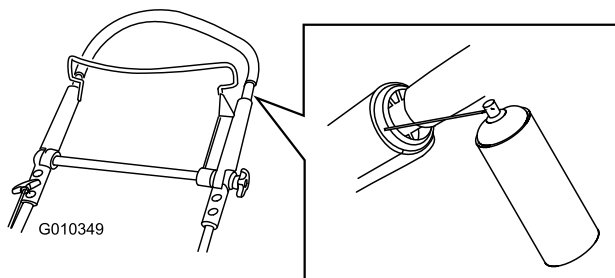

Figure 47
1. Pulvérisez l'extrémité en plastique extérieure de la poignée intérieure (Figure 47).